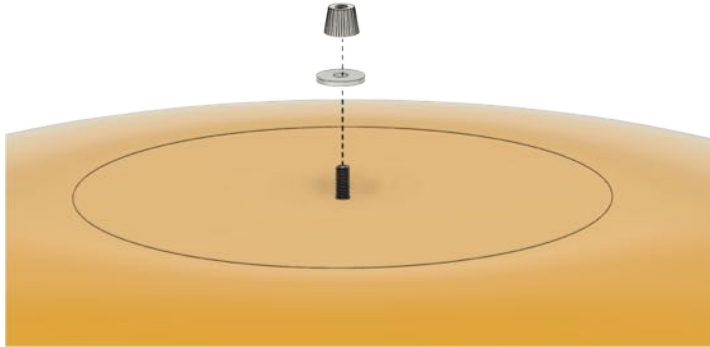

Abb. 9
6. Zdjąć nakrętkę z podkładką z górnej części tulei (Rys. 9).